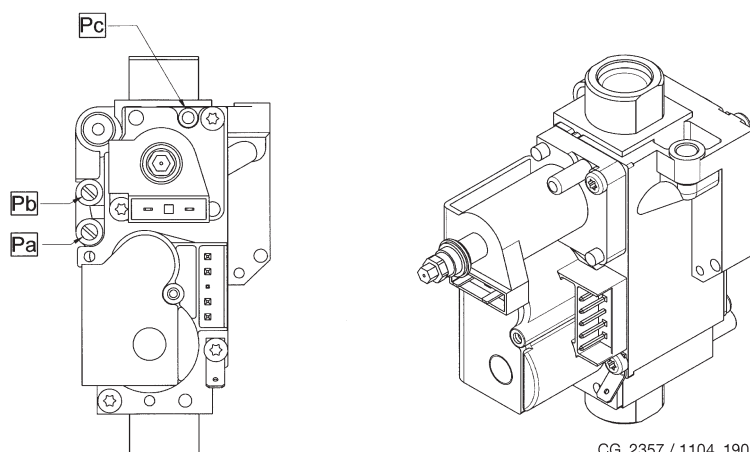

Figura 10
- Conecte la toma de presión positiva de un manómetro diferencial, si es posible de agua, en la toma de presión (**Pb**) de la válvula del gas (Figura 10). Sólo en los modelos con cámara estanca: conecte la toma negativa del mismo manómetro a una **T** que permita conectar al mismo tiempo la toma de compensación de la caldera, la toma de compensación de la válvula del gas (**Pc**) y el manómetro. Una medición similar puede realizarse conectando el manómetro a la toma de presión (**Pb**) sin el panel frontal de la cámara estanca.
- Controle que la presión dinámica de alimentación de la caldera, medida en la toma de presión (**Pa**) de la válvula del gas (Figura 10), sea correcta (37 mbar para propano o 20 mbar para gas natural).
- Regular el tornillo "Pmax/Pmin" (figura 10) hasta obtener el valor de presión que se indica en la Tabla 1.